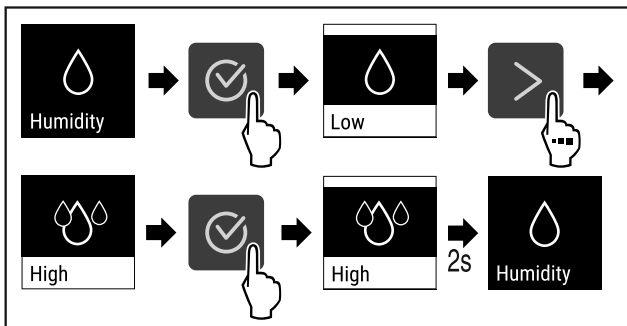

Fig. 74
- ▶ Выполните шаги действия (см. Fig. 74).